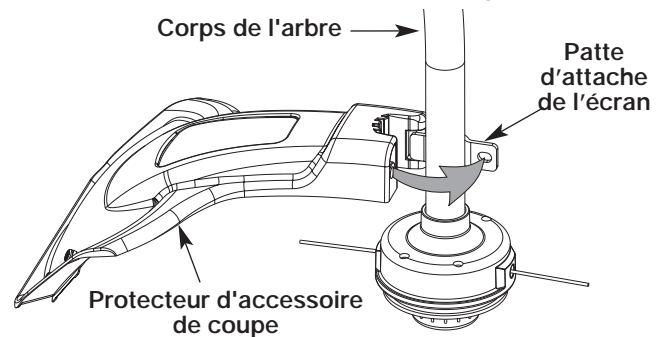

Fig. 3
1. Placez l'écran de l'accessoire de coupe sur le logement de l'arbre. Veillez à ce que la patte d'attache de l'écran glisse dans l'encoche au bord de l'écran de coupe. Tournez l'écran dans le sens contraire des aiguilles d'une montre (Fig. 3) pour le mettre en place. Les trous dans la patte d'attache de l'écran et l'accessoire de coupe s'aligneront.